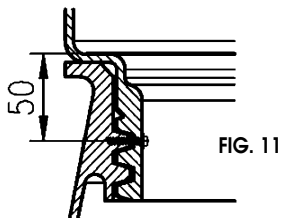

FIG. 11
- Dopo aver avvitato l'estensione, si raccomanda di impedirle di allentarsi usando le viti fornite: praticare un foro $\varnothing 3$ mm nella zona di filettatura dell'estensione e del serbatoio, quindi avvitare (vedi FIG. 11 qui sotto).